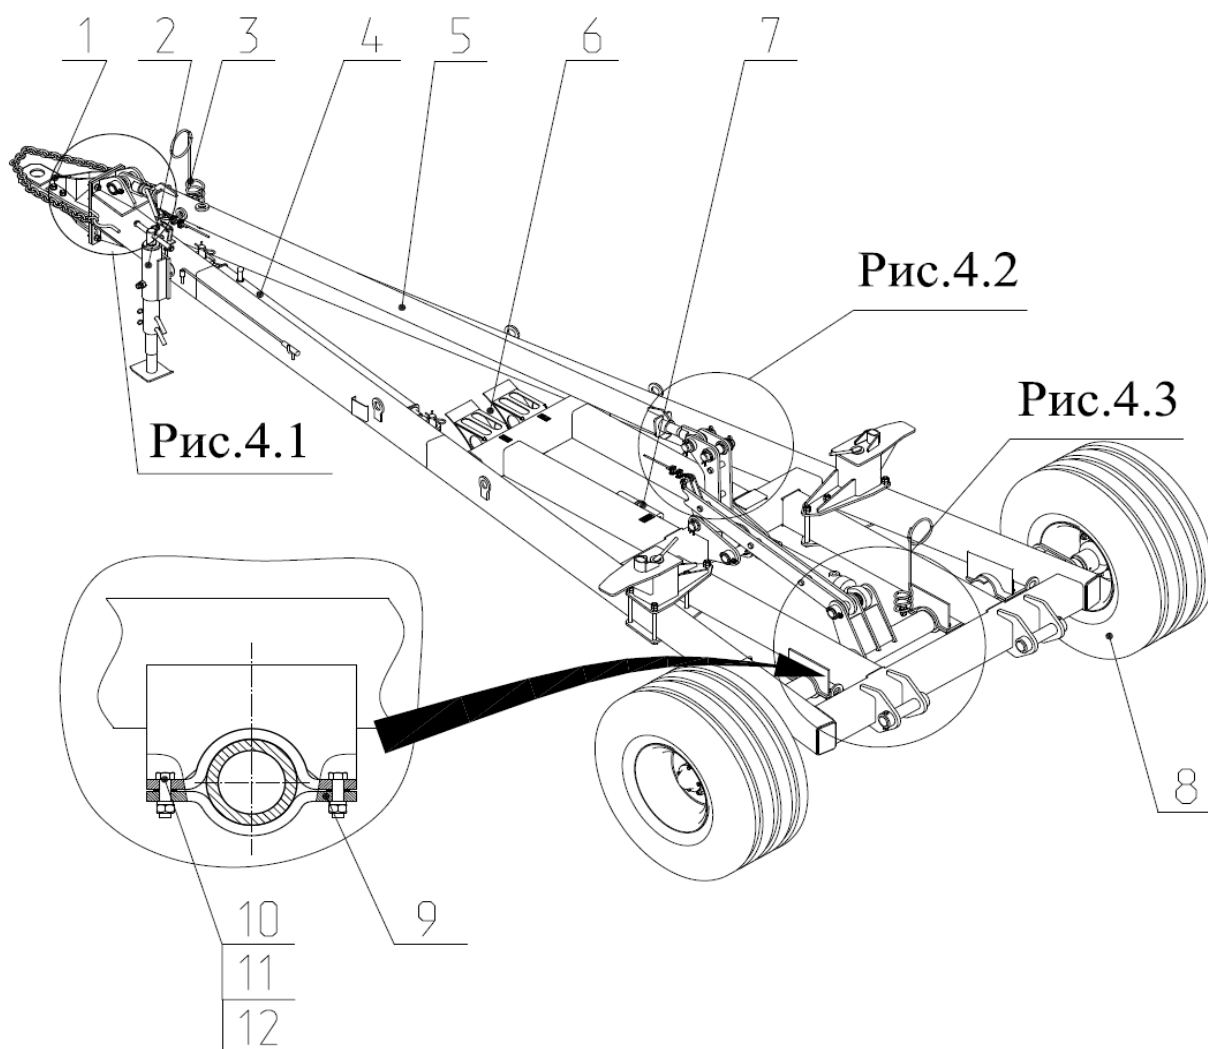
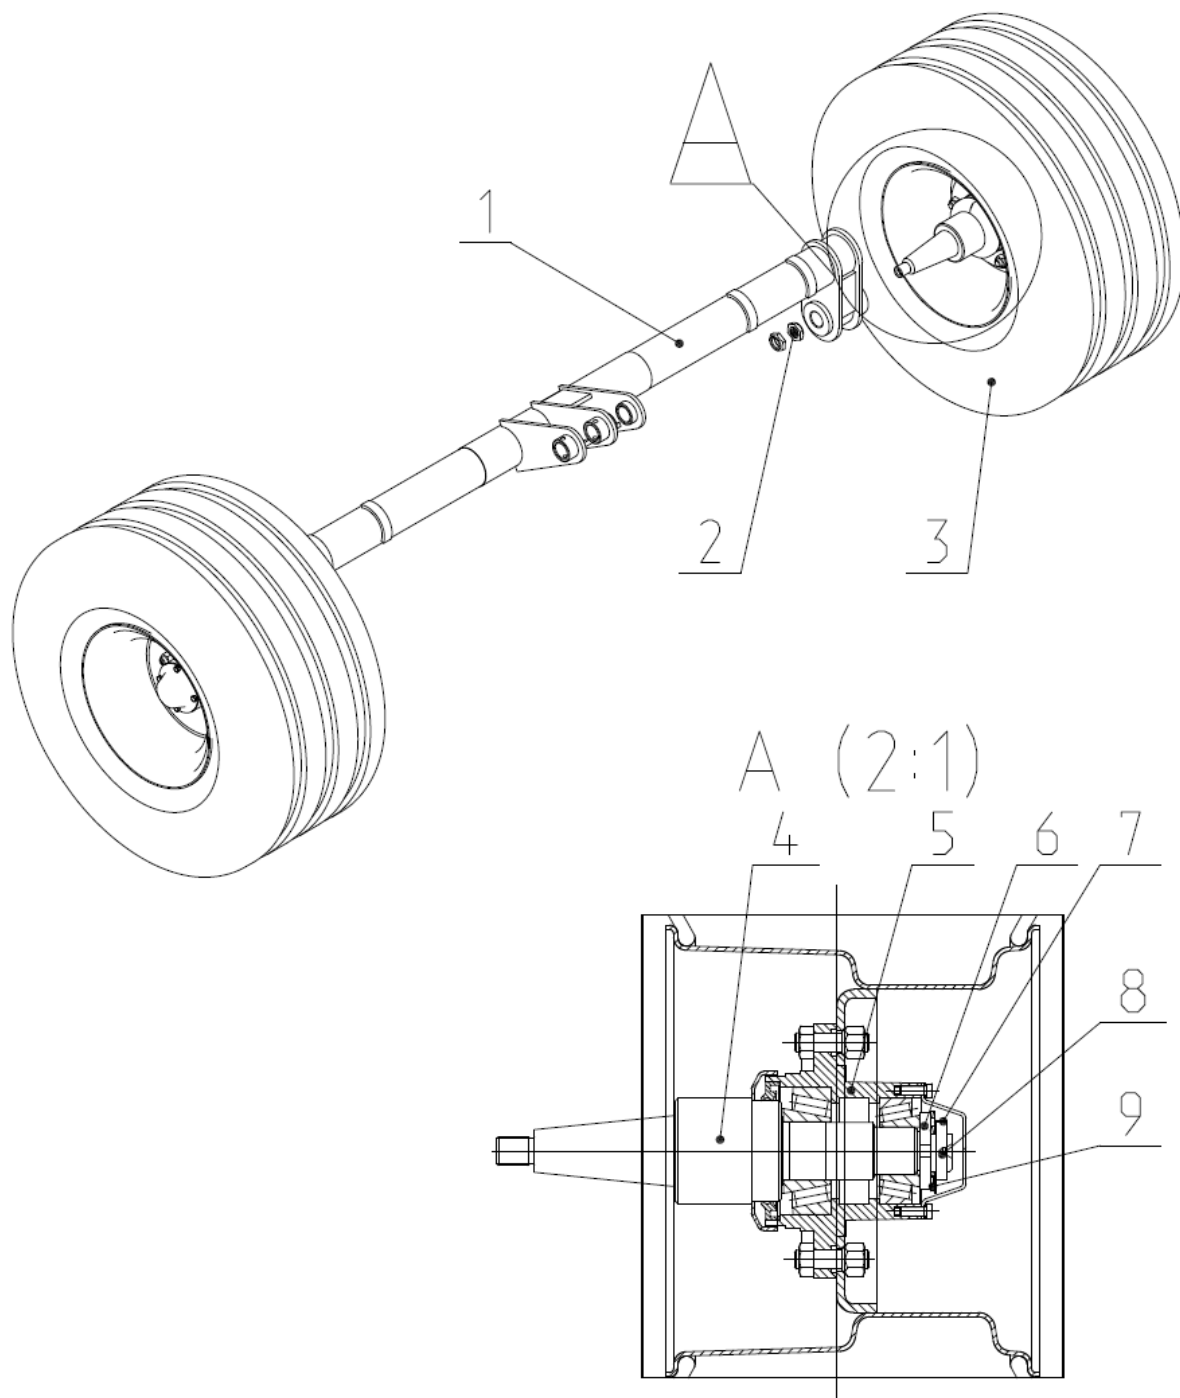

Рис.4 Сница в сборе КБП8 01.080
Рис.5 Колесная пара КБП8 03.000.
2.3 Сница в сборе (рис.4) предназначена для присоединения культиватора к трактору и состоит из цельносваренной самой сницы 5. К снице (рис.4) спереди закреплен регулируемый по высоте кронштейн 1 с прицепной серьгой. На раме сницы установлены стояночная опора 2, блокировочная распорка 3, противооткатные башмаки 6, пенал с документацией 7. В посадочных седлах сницы установлена штанга 1 (рис.5) и закреплен прижимами 9 (рис.4).